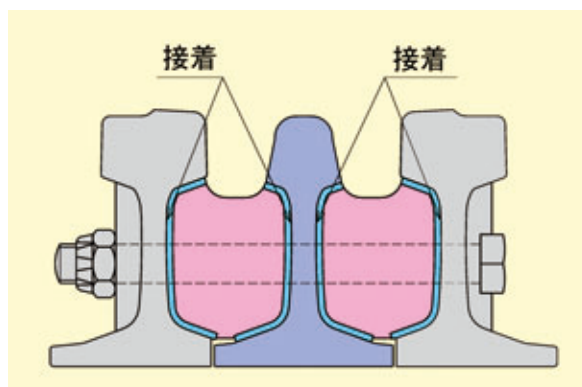

図2. 接着断面図
- ノーズレールとウィングレールは接着絶縁レールと同じ乾式接着法により、ロングレール軸力に耐えられる強度の接着が行われています。(図2)